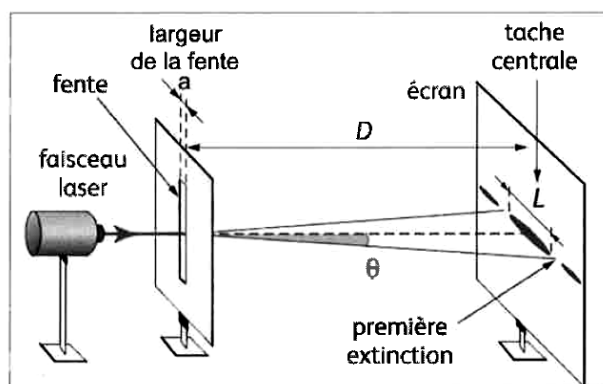

Figure 1 : montage de diffraction
Q.1. Exprimer, à l'aide de la figure 1, l'angle de diffraction θ en fonction de la largeur L de la tache centrale et de la distance D .
D'après la figure 1, on a :